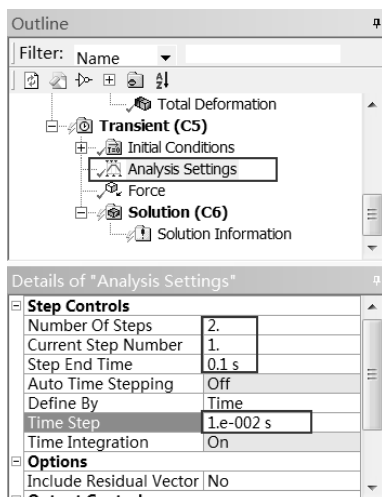
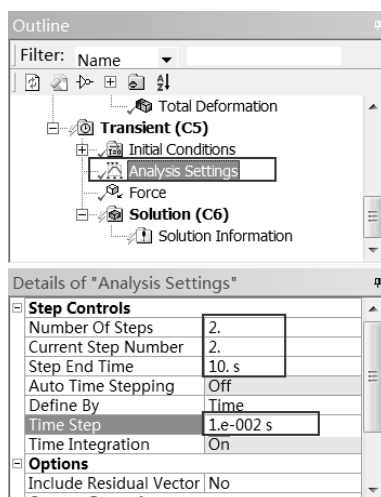

图 9-77 分析步一设定
图 9-78 分析步二设定
Step4：在 Outline（分析树）中选择 Transient（C5） Analysis Settings（分析设置）选项，如图 9-77 所示，在出现的 Details of “Analysis Settings” 面板中做如下输入。
Step5：同样，如图 9-78 所示，在 Current Step Number 栏中输入 2，在 Step End Time 栏中输入 10s，其余设置与图 9-77 相同。